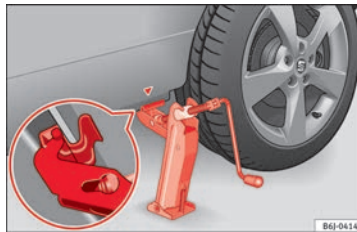

Fig. 60 Mise en place du cric.
- Positionnez le cric de sorte que son crochet entoure la nervure du bas de caisse et que la base mobile soit appuyée bien à plat sur le sol » » fig. 60.